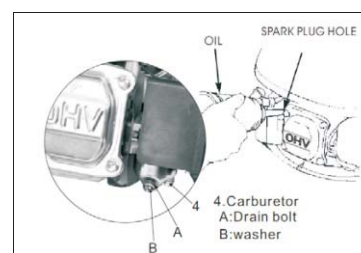

Fig. 13
3. Après que tout le carburant a égoutté dans le récipient; Réinstallez le boulon de vidange et la rondelle. Serrez fermement le bouchon de vidange. (Voir la figure 13)